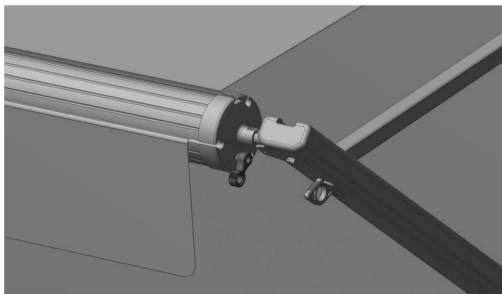

Figure D16
4.2.5 Maintenez la courroie en boucle et poussez doucement le levier à cliquet situé sur le couvercle d'extrémité du rouleau dans le sens de la flèche avec votre main, en changeant le sens du cliquet sur « off ». (Figure D16)